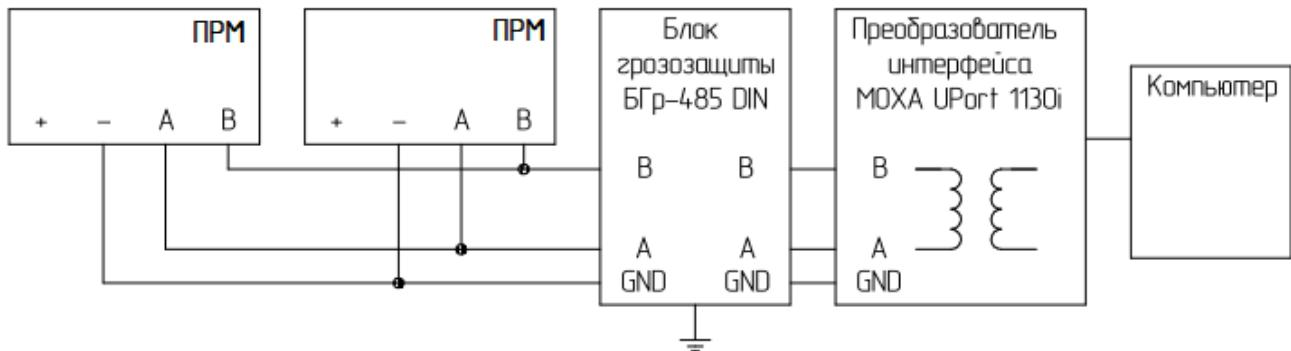

Рисунок 2.11 – Схема подключения удалённого компьютера к извещателям через интерфейс RS-485
– Объединить цепи «-» всех извещателей и преобразователя интерфейса в данной линии (рисунок 2.11).